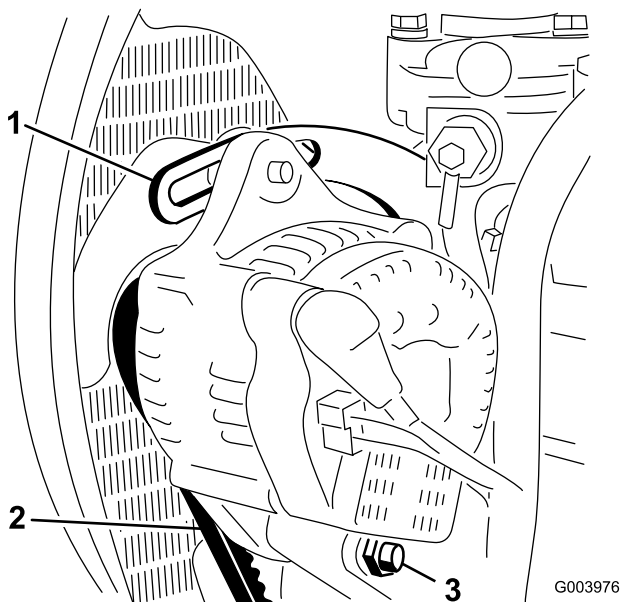

Figura 74
2. Compruebe la tensión de la correa del alternador flexionándola (Figura 74) en el punto intermedio entre las poleas del alternador y del cigüeñal con una fuerza de 10 kg (22 lb).
3. Afloje el perno que fija el tirante al motor (Figura 74), el perno que fija el alternador al tirante y el perno de pivote.